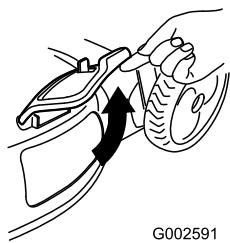

Figure 28
- Soulevez et ouvrez le volet d'éjection latérale (Figure 28).